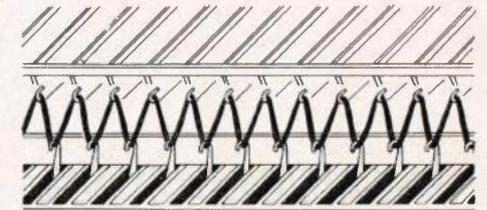

Fig. 20
- a) Kurbel bis 7 Uhr drehen, wodurch das Netz bei Gruppe II in die offenen Nadelköpfe zu liegen kommt, Fig. 20.